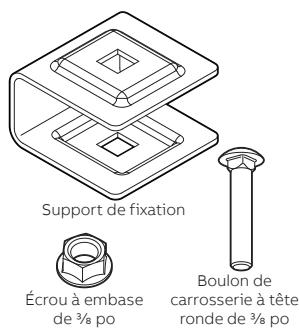

Figure 2
- Support de fixation à l'échelon (figure 2)